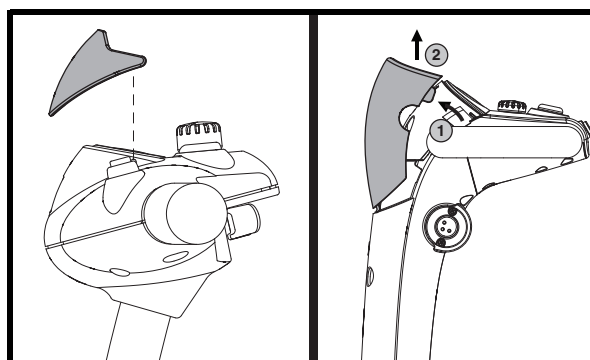

Figura 12. Parasole della console del manubrio
1. Staccare delicatamente la parte superiore del parasole dalla console del manubrio, poi sollevarlo lentamente e toglierlo dalla console. Vedere figura 12.